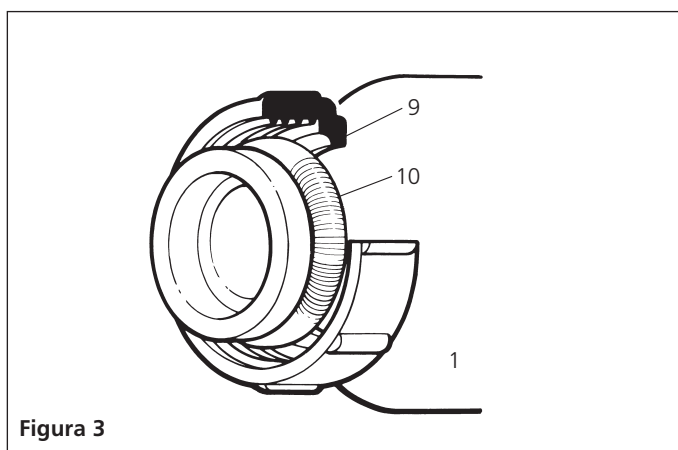

Figura 3
6. Disponga el capacete de retención gris (9) sobre la junta a tope del condensador (1) con la rosca orientada hacia fuera y sujétela en su sitio con el muelle circular (10) (vea la figura 3).